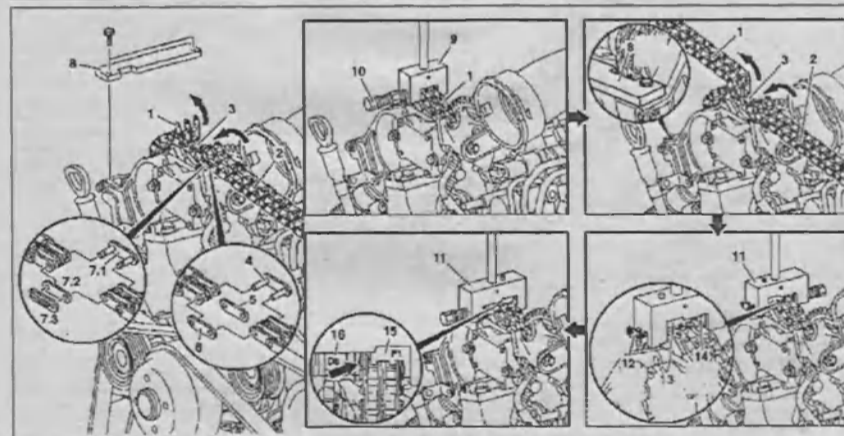

Рис. 3.22. Замена цепи привода распределительных валов:
2. Отсоедините старую цепь 1 (рис. 3.22).